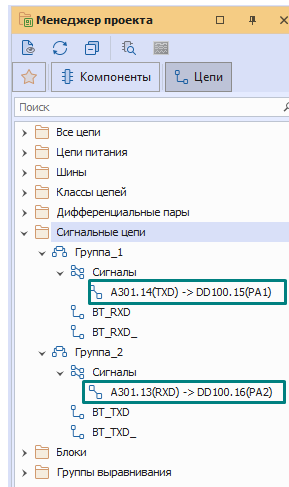

*Рис. 328 Определение источника и приемника сигнала для выводов, входящих в отобранные цепи*
8. В окне «Редактор сигналов» для выводов, входящих в отобранные цепи, определить источник и приемник сигнала. По завершении нажать кнопку «Создать сигнал», см. Рис. 328.